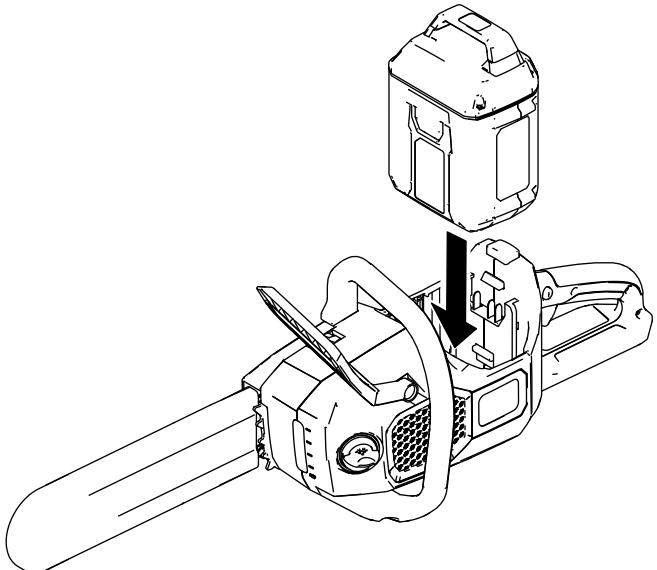

Figura 22
2. Alinhe a extremidade da bateria com a cavidade da bateria na motosserra (Figura 22).